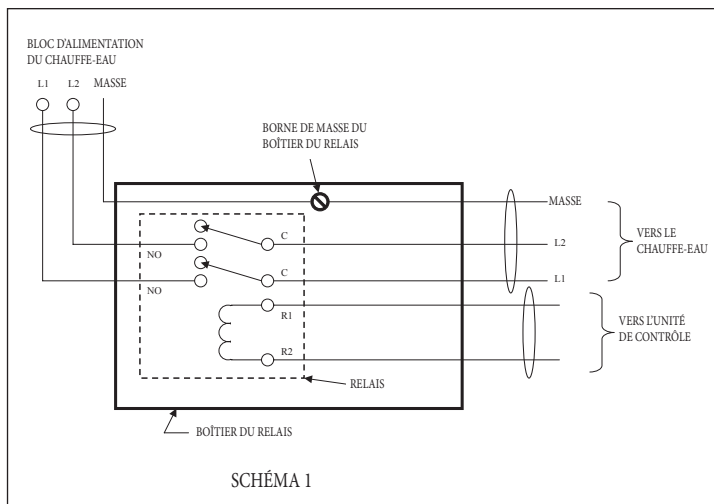
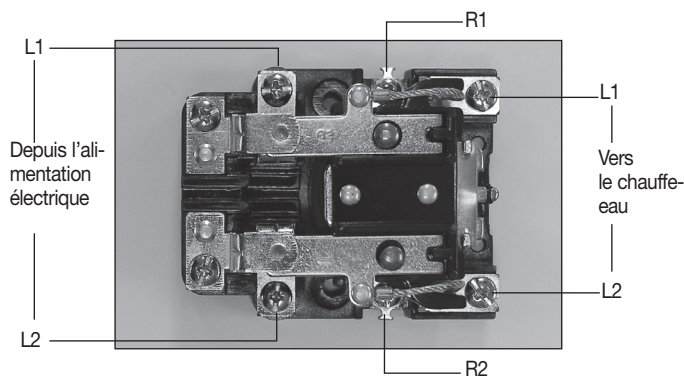

Figure 7
Figure 8
3. Installer l'alimentation électrique sur les contacts normalement ouverts du relais comme illustré sur le schéma de câblage **Figure 7** et **Figure 8**. S'assurer de connecter un fil de masse au boîtier du relais, comme illustré à la **Figure 7**.
4. Connecter le câble électrique au chauffe-eau aux bornes communes du relais, comme illustré sur le schéma de câblage **Figure 7**.